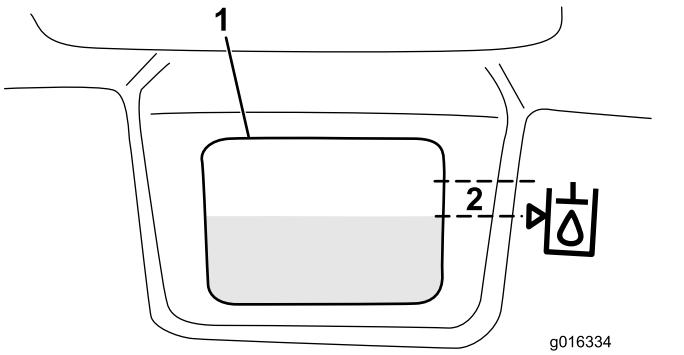

图33
3. 将适当的液压油缓慢注入油箱、直至油位达到油箱前面白色窗口旁边符号箭头所指的 6mm 或以下位置（图33）。切勿过量添加。